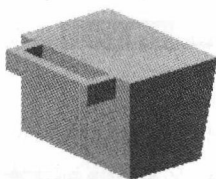
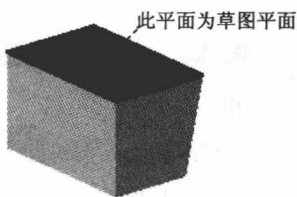

图 1.4 拉伸特征 2
图 1.5 定义草图平面
(4) 单击 **<确定>** 按钮,完成拉伸特征 1 的创作。
Step3. 创建图 1.4 所示的拉伸特征 2。
(1) 选择命令。选择下拉菜单 **插入(I) → 设计特征(F) → 拉伸(E)** 命令(或单击 **拉伸(E)** 按钮),系统弹出“拉伸”对话框。
(2) 单击“拉伸”对话框中的“绘制截面”按钮 ,系统弹出“创建草图”对话框。
① 定义草图平面。选取图 1.5 所示的模型表面为草图平面,取消选中**设置**区域的 ☐ **创建中间基准 CSYS** 复选框,单击 **确定** 按钮。